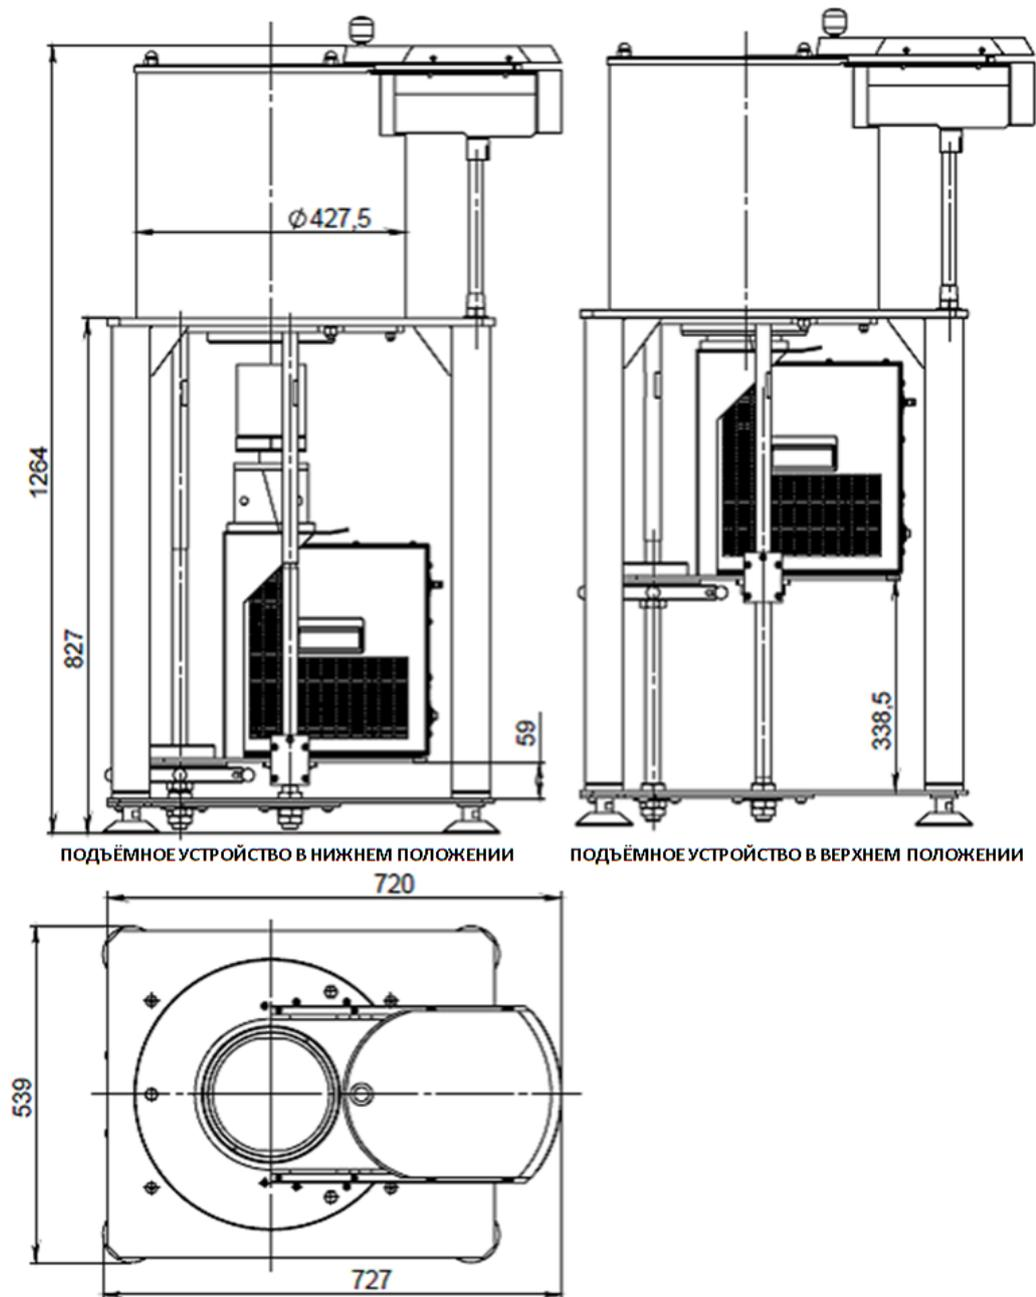
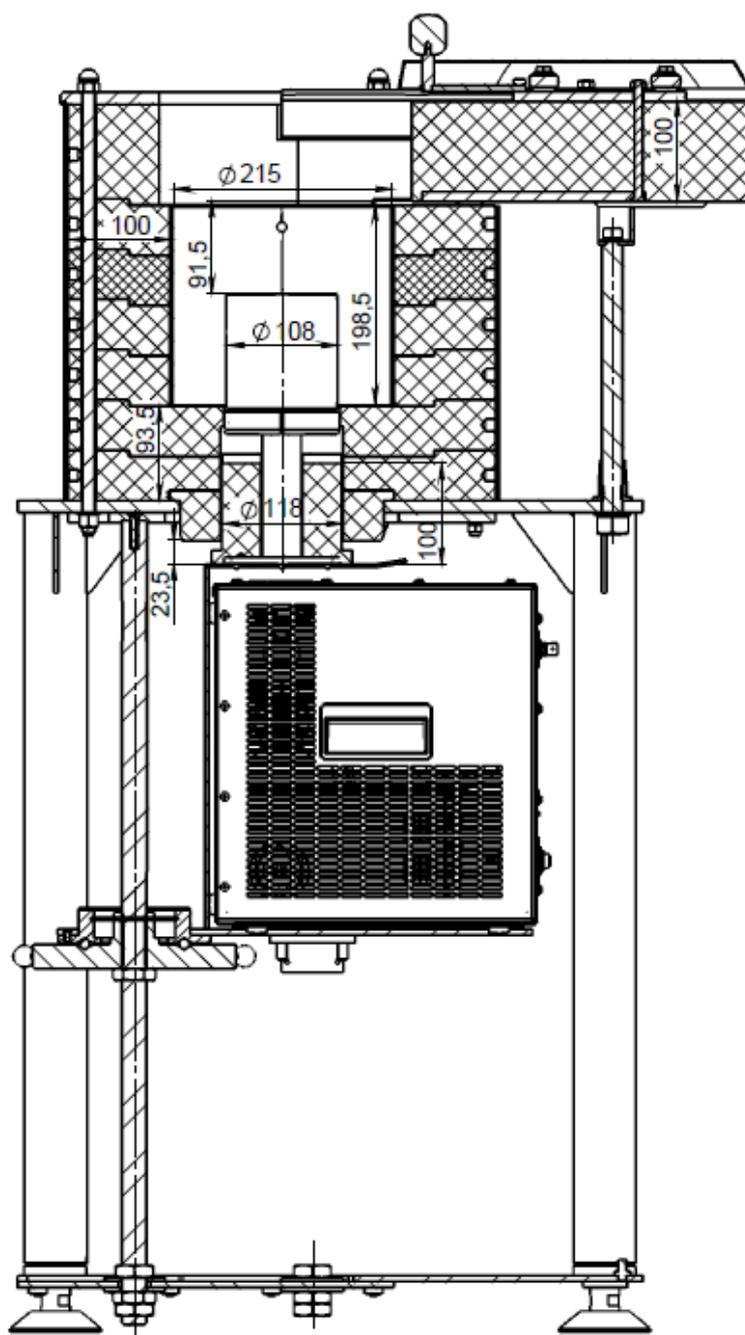

Рис. 16. Габаритные размеры БД и свинцовой защиты для устройства типа Monolith.
Рис. 17. Габаритные размеры БД и свинцовой защиты для устройства типа Monolith (продолжение).
1.6.27.3 Второй вариант охлаждения БД - криокулер, работающий по принципу цикла Стирлинга, обеспечивает охлаждение детектора до 80 К. Для Эко ПАК-02 возможна поставка в варианте единого устройства «Monolith» с детектором ОЧГ и предусилителем, охлаждаемыми криоохладителем Стирлинга с пульсирующей трубкой и встроенным криоконтроллером. В этом же варианте исполнения комплекса может быть использована свинцовая защита и СУ (см. Приложение б). Габаритные размеры БД и свинцовой защиты представлены на рис. 16 и рис. 17 в разных проекциях.